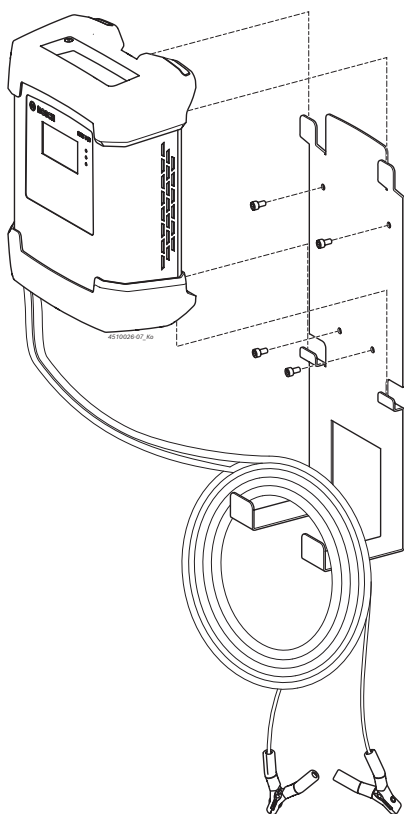

Fig. 2: BAT 645 med vægholder
**I** BAT 645's fire fødder skal altid hænges ind i vægholderen for oven og for neden. Opladekabler og nettilslutning kan indhænges i vægholderen (se fig. 2).